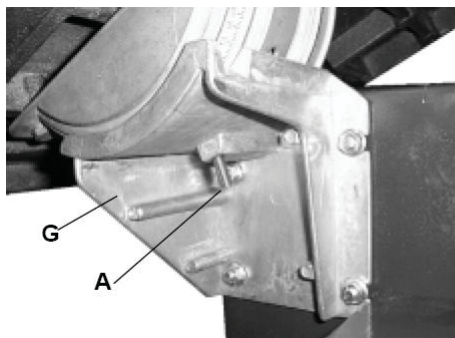

Рис. 3
- Переверніть стіл та відкрутіть баранчик-гайку (С) від болта регулювального блоку (А), болт повинен знаходитися у отворі регулювального блоку (Рис. 3).
- Посуньте стіл та механізм нахилу столу з підпорою до підпори нахилу столу (G) та затягніть болт (А), який з'єднує механізм нахилу столу з підпорою та підпору нахилу столу (Рис. 3).